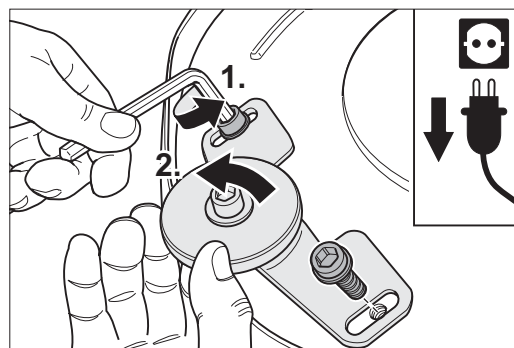

Abb. 28: Die Schrauben am Wandschutzrollenhalter entfernen und die komplette Wandschutzrolle abnehmen.
- 3 Entfernen Sie die beiden Schrauben, mit denen der Wandschutzrollenhalter am Vorsatz befestigt ist und nehmen Sie die komplette Wandschutzrolle ab (Abb. 28).